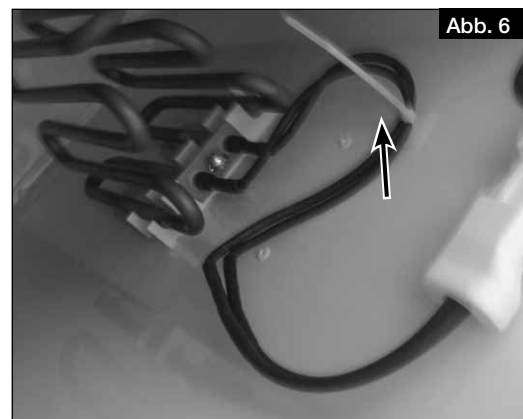

Abb. 6
7. Fixer le câble de raccordement du préchauffage électrique sur la paroi latérale à l'aide des serre-câbles fournis (fig. 6.).